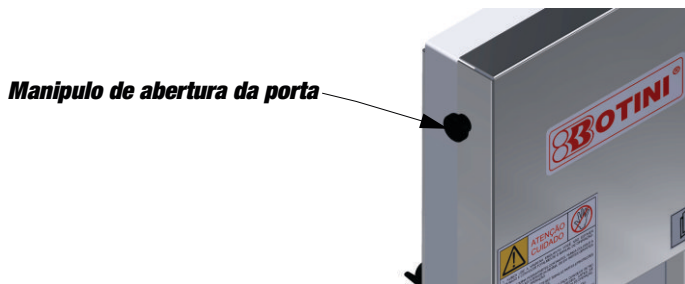

Figura 1
1.1.12 Mantenha a porta da serra (40) fechada e fixada pelo manipulo (23), durante a operação,, conforme figura 1. **Abra a porta somente com o aparelho totalmente desligado.**